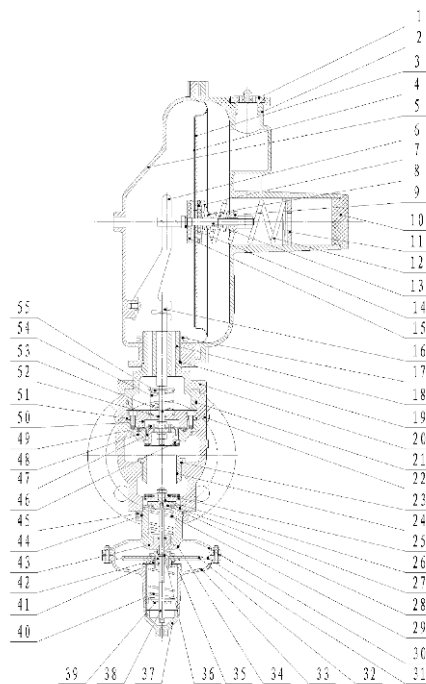

图3 内部结构图
- 根据燃气净化程度，合理安排维修周期，清除调压器内污物，特别注意过滤器、阀口等处应清洗干净，及时更换密封垫、皮膜、O型圈等易损件。维修时应检查各零部件是否完好无损，然后才能进行组装，组装后应保证各部件灵活动作。维修安装完毕，用肥皂水检查所有连接密封部位是否渗漏。维修后应重新设定进出口压力，放散压力和切断压力。（参阅图3）